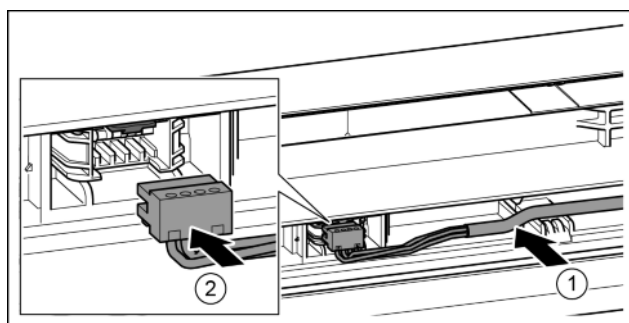

Fig. 38
- ▶ Szary kabel włożyć w prowadnicę w górnych drzwiach. *Fig. 38 (1)*
- ▶ Podłączyć wtyczkę. *Fig. 38 (2)*